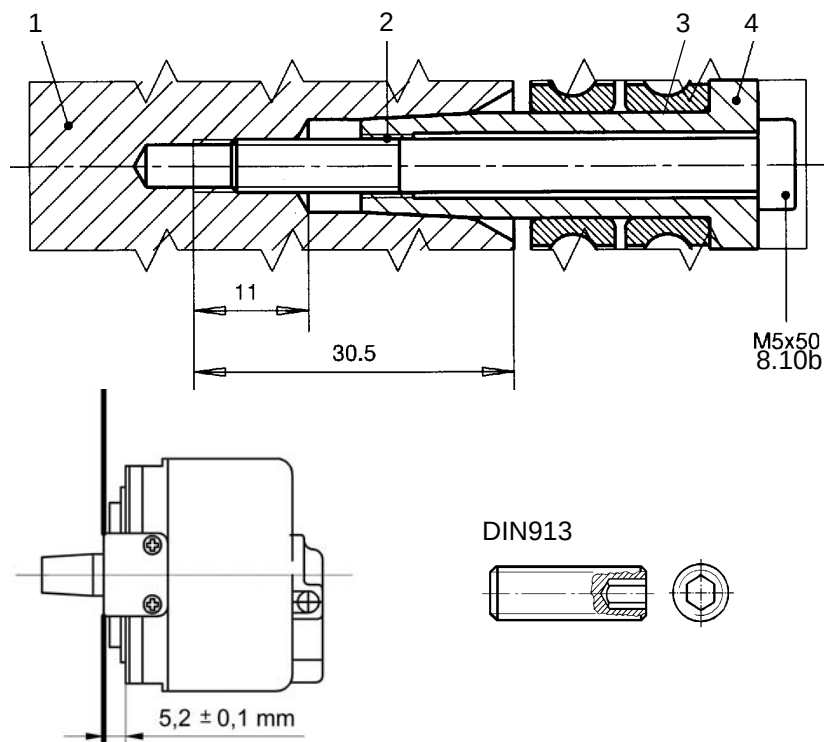

Fig. 6 Förbindelse motoraxel - givaraxel
- Skruva i en pinnbult t.ex. DIN 913-M5x30 (se Fig. 6) för att skydda centreringen i axeltappen och tryck loss givaren genom att skruva i en skruv M6.